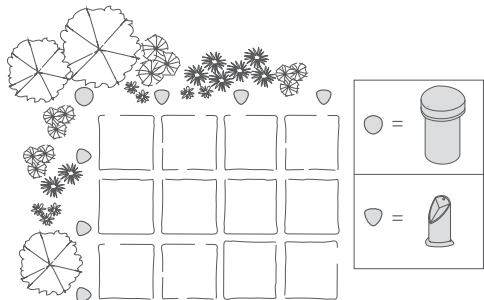

图 1
- 每个柱形扬声器可覆盖大约 50-150 平方英尺的聆听区域。确保使用足够的 BL 系列护柱以提供足够的覆盖范围和音量。请参见图 1 中的布局示例。